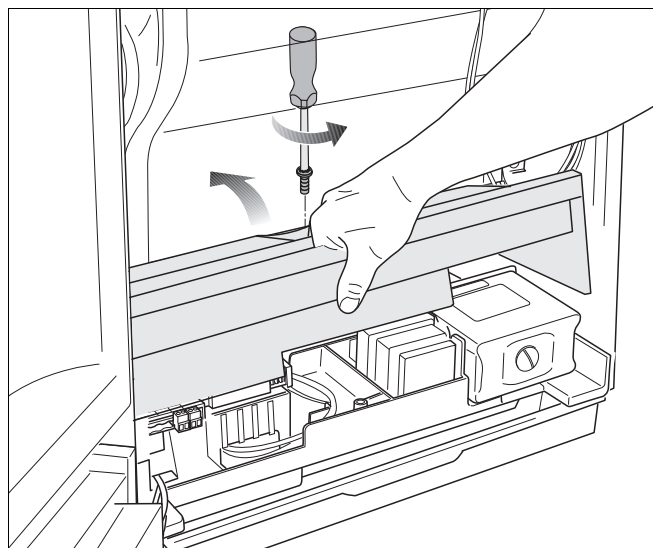

Fig. 20 Capovolgere verso l'alto la copertura dei collegamenti elettrici
- 1 Allentare la vite del coperchio dei collegamenti elettrici e piegare il coperchio verso l'alto (fig. 20).